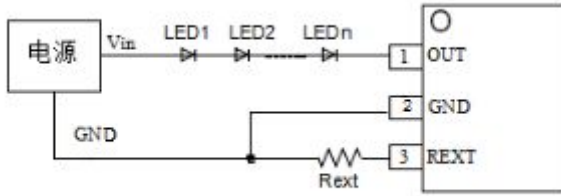

图 1. WS3622C 应用电路原理图
如图 1 所示的应用电路，工作效率按式（1）设计：
- 1) 如图 1 电路中，OUT 端口电压按式（2）设计：